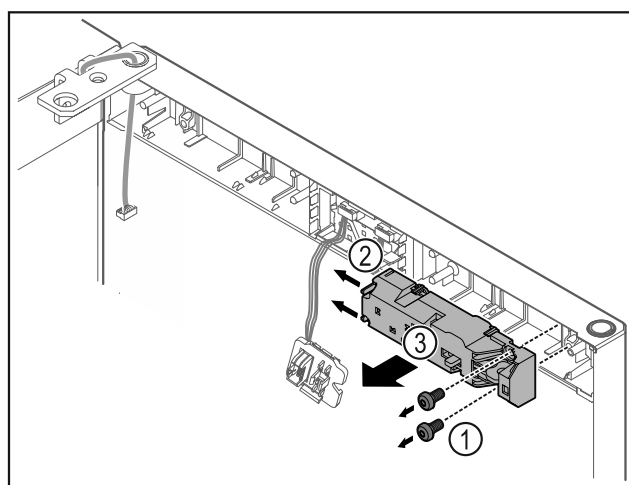

Fig. 23
- ▶ Odstranite vijake Fig. 23 (1).
- ▶ Zaklepni zatič Fig. 23 (2) potisnite v stran in snemite daljinski zaklepni element Fig. 23 (3).